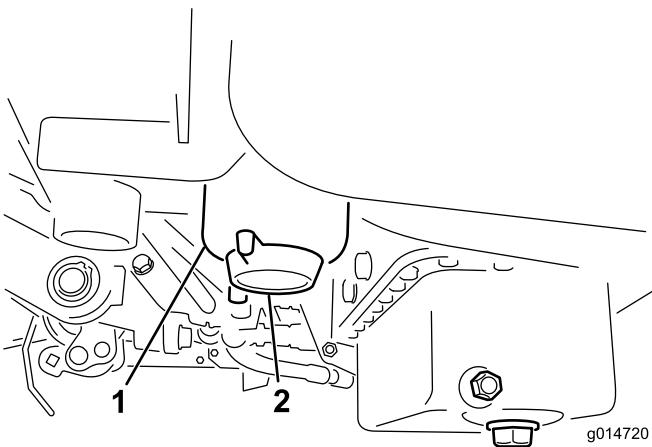

図 30
3. 燃料フィルタについているドレンプラグを 1 回転ほど開き、内部にたまっている異物を流し出す（図 30）。終了したらプラグを締める。